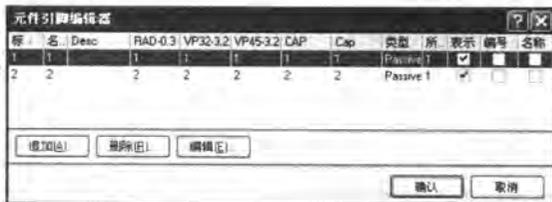

图 3-42 【元器件引脚编辑器】
- 单击对话框左下方的 **编辑引脚** 按钮，打开如图 3-42 所示的【元件引脚编辑器】，对元器件引脚进行编辑设置。